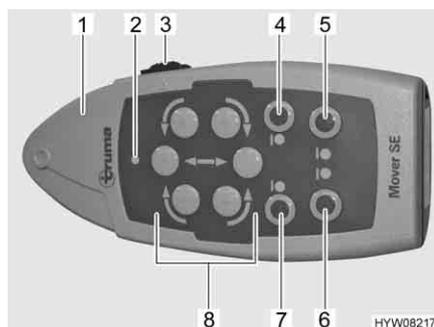

Fig. 8 Mando a distancia
- Empujar el conmutador deslizante (Fig. 8,3) en el mando a distancia (Fig. 8,1) a "ON" (I). Si está encendido el LED verde (Fig. 8,2), el sistema de maniobra estará dispuesto para el funcionamiento.
- De ambos lados, girar las ruedas de accionamiento hacia los neumáticos. Para ello, pulsar las teclas "Girar hacia neumáticos" (Fig. 8,4 y 7).
- Mover el vehículo a la posición deseada mediante las teclas de dirección (Fig. 8,8).
- De ambos lados, retirar las ruedas de accionamiento de los neumáticos. Para ello, pulsar las teclas "Retirar de neumáticos" (Fig. 8,5 y 6).
- Empujar el conmutador deslizante (Fig. 8,3) en el mando a distancia a "OFF" (0).